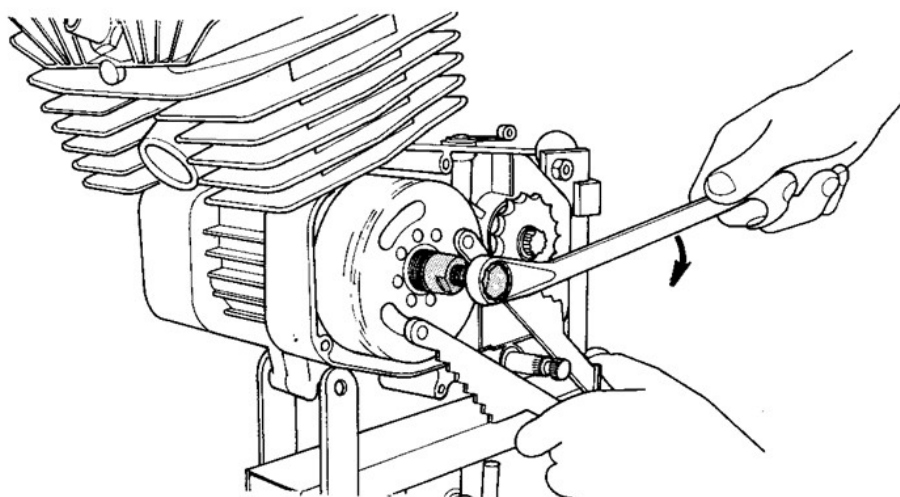

FIG. 10 Estrazione girante volano
- 4) **RIMUOVERE** la girante del volano magnete usando l'apposito estrattore (cod. 05.0080.0 per volani CEV-DUCATI-DANSI) (cod. 05.0082.0 per volano MOTOPLAT) che dovrà essere avvitato nella sede filettata della girante, quindi tenendo ferma la stessa con la solita chiave a compasso, agire sulla vite centrale con una chiave da 17 mm (fig. 10).